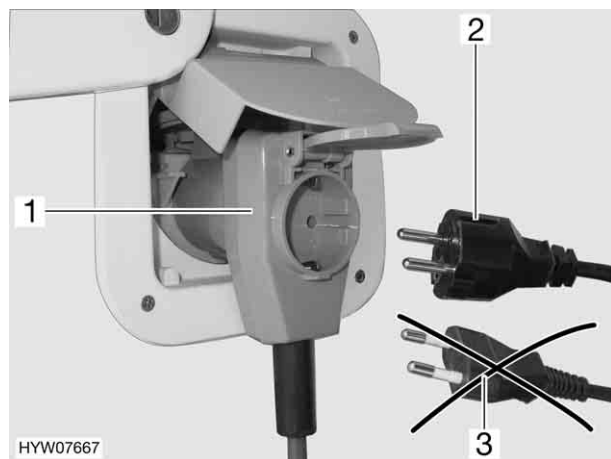

Fig. 102 Raccordement à un adaptateur coudé avec prise de courant
► Lors de l'utilisation d'un adaptateur coudé CEE 17 muni d'une prise à l'arrière (Fig. 102,1), se servir uniquement d'un connecteur en caoutchouc et scellé IP 44 avec contact de mise à la terre (Fig. 102,2). Ne pas utiliser de connecteur sans contact de mise à la terre (Fig. 102,3). Danger d'électrocution !